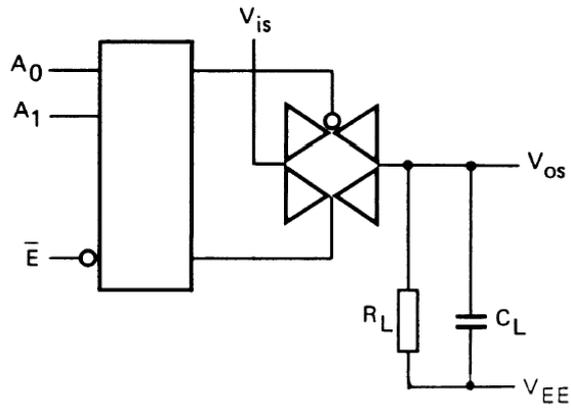

图 3
- $R_L=10K\Omega$ 到 V_{EE} ; $C_L=50pF$ 到 V_{EE} ; $\overline{E}=V_{SS}$; $V_{is}=V_{DD}$ (方波); 如图 3 所示
- $R_L=10K\Omega$; $C_L=50pF$ 到 V_{EE} ; $\overline{E}=V_{SS}$; $An=V_{DD}$ (方波); 测量 t_{PLH} 时 $V_{is}=V_{DD}, R_L$ 到 V_{EE} ; 测量 t_{PHL} 时 $V_{is}=V_{EE}, R_L$ 到 V_{DD} , 如图 3 所示
- $R_L=10K\Omega$; $C_L=50pF$ 到 V_{EE} ; $\overline{E}=V_{DD}$ (方波); 测量 t_{PHZ} 和 t_{PZH} 时, $V_{is}=V_{DD}$, R_L 到 V_{EE} ; 测量 t_{PLZ} 和 t_{PZL} 时; $V_{is}=V_{EE}, R_L$ 到 V_{DD} ; 如图 3 所示
- $R_L=10K\Omega$ 到 V_{EE} ; $C_L=15pF$ 到 V_{EE} ; \overline{E} 或 $An=V_{DD}$ (方波); 干扰是 $|V_{os}|$ (峰值); 如图 3 所示